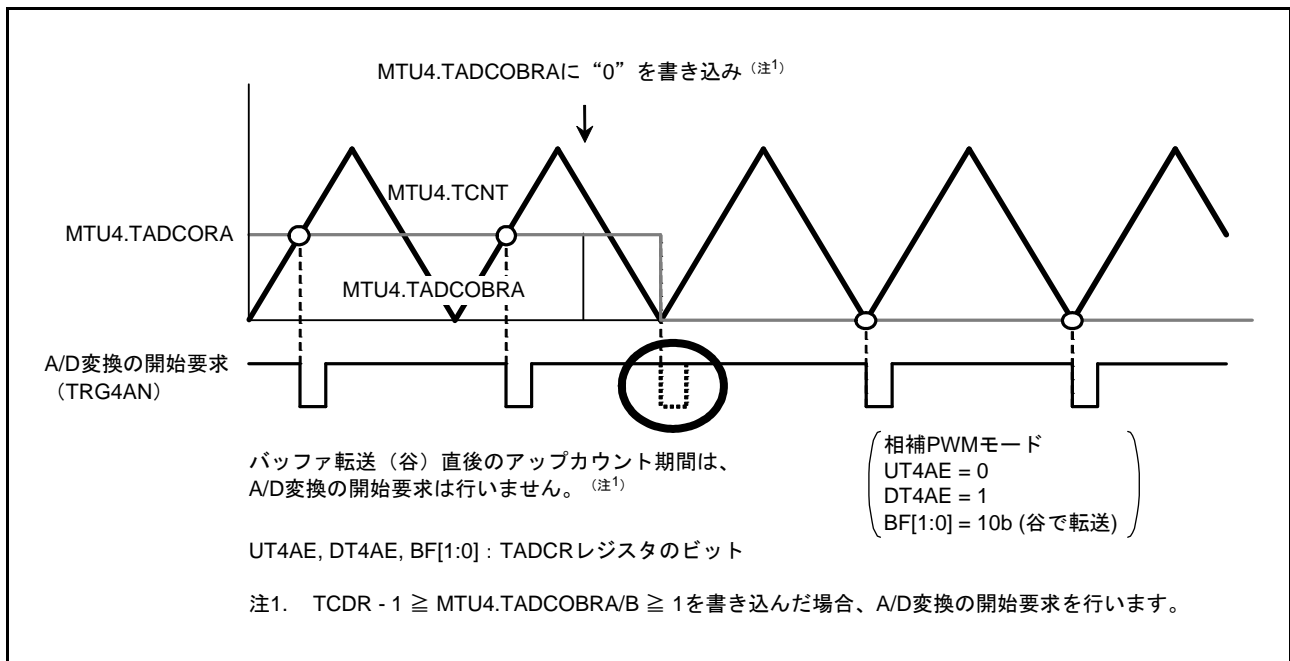

図 20.141 MTU4.TADCOBRA に“0”を書き込んだときの A/D 変換の開始要求 (MTU4)
- MTU4.TADCOBRA、MTU4.TADCOBRB レジスタに“0”、かつ、MTU4.TADCR レジスタの UT4AE、UT4BE ビットに“1”を設定して、MTU4.TCNT カウンタの谷でバッファ転送したとき、転送直後のアップカウント期間については A/D 変換の開始要求を行いません (図 20.141)。